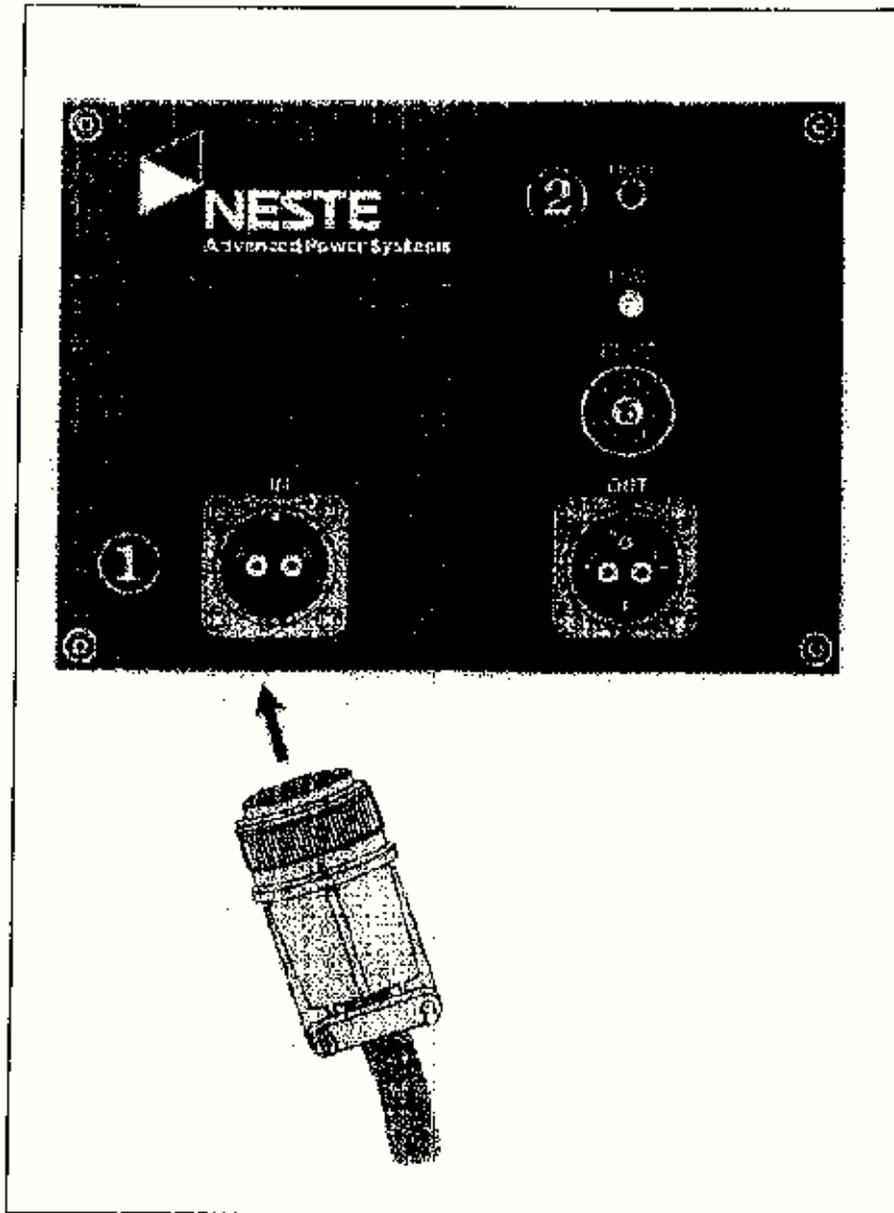

Figura 3.04
Logo depois da montagem da instalação deve-se primeiro carregar as baterias. Isto é feito ligando o cabo proveniente do painel solar à caixa das baterias (ver figura 3.04 pos.1).